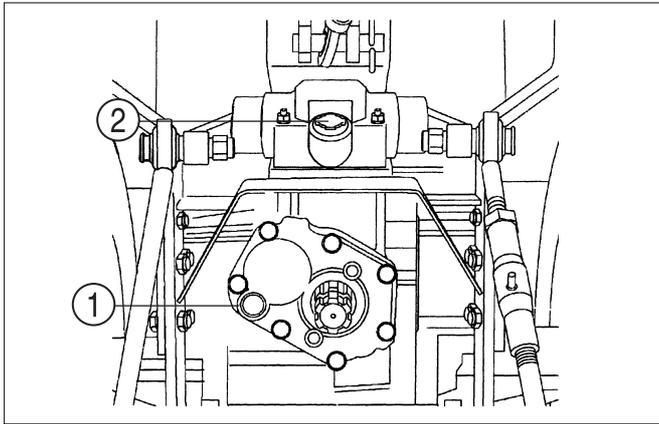

FIG. 60
**FIG. 60 :** Pour vérifier le niveau d'huile de transmission – Garez le tracteur sur un sol de niveau. Le niveau d'huile devrait apparaître sur le regard de contrôle ①.